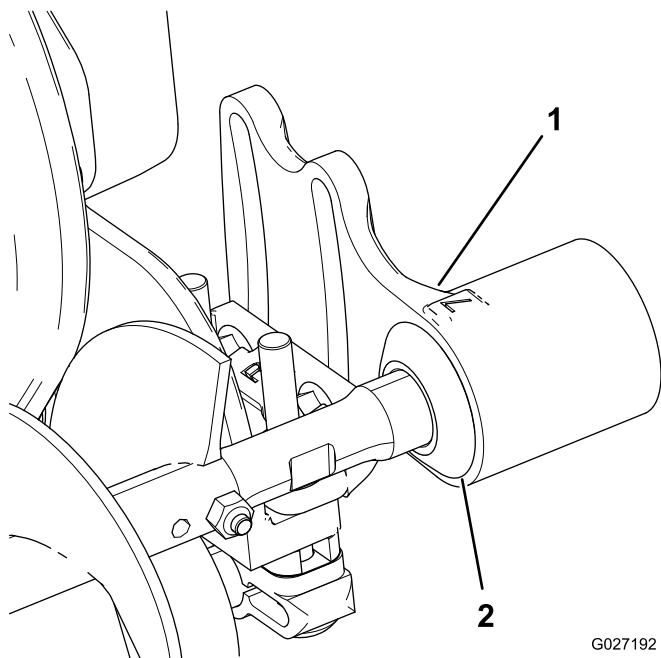

Рисунок 7
- Сдвиньте все защитные уплотнения наружу так, чтобы манжетные уплотнения слегка касались каждого корпуса подшипника (Рисунок 7).